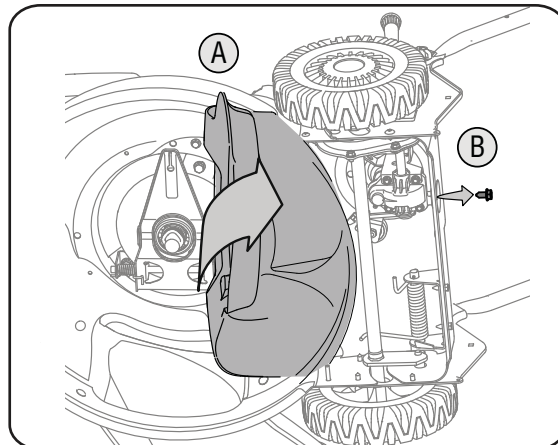

Figure 14
7. Faites pivoter le déflecteur vers l'arrière de la tondeuse. Voir la Figure 14.
8. Enlevez le boulon hex. qui maintient la transmission sur la carrosserie de la tondeuse. Voir la Figure 14.